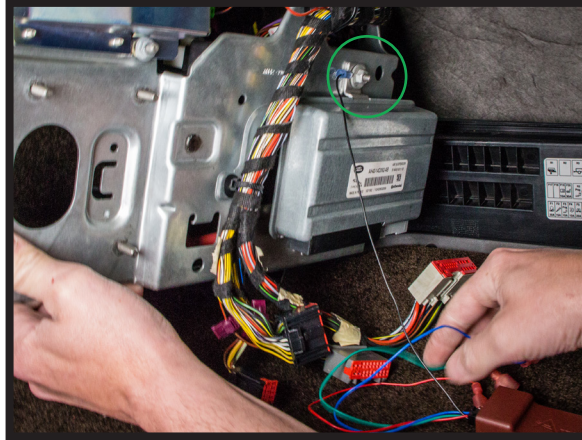

FIGURE 7
5. LOCATE SUITABLE GROUND AND INSTALL BLACK WIRE FROM EBM. (FIGURE 7)